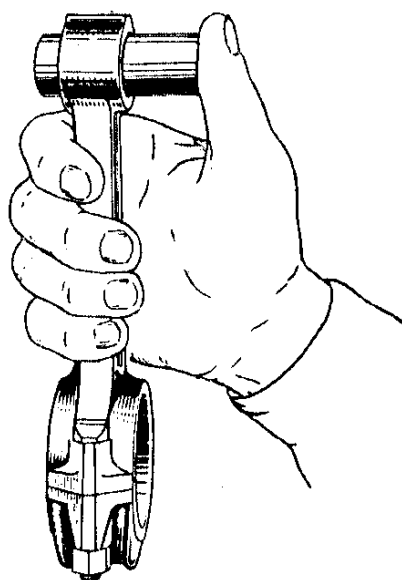

Рис.91. Подбор поршневого пальца к шатуну
- поршневой палец подобрать к шатуну, принадлежащему к той же или соседней группе в сторону увеличения зазора (табл.19). При температуре деталей (20 ± 3) °С слегка смазанный палец должен плотно входить в отверстие поршневой головки шатуна под действием большого пальца руки и перемещаться без заеданий (рис.91), а так же не выпадать из отверстия шатуна под действием собственного веса в течение не менее 2 с.